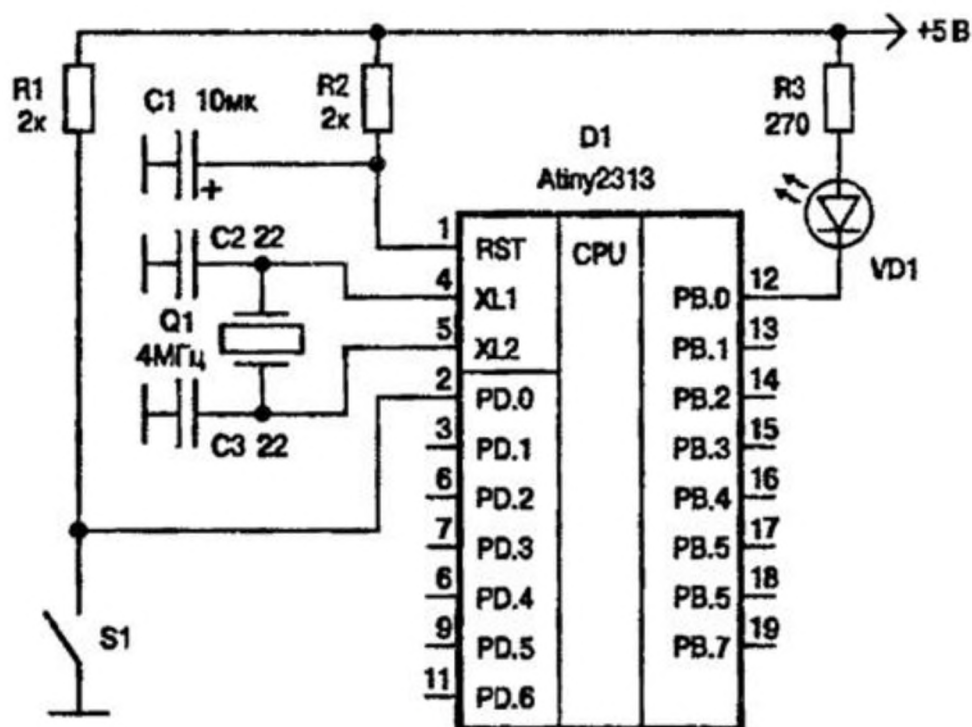

Рис. 2.1.
27. Пусть имеется устройство для управления светодиодом при помощи кнопки. При нажатии кнопки – светодиод горит, иначе – нет. Схема устройства приведена на рис. 2.1. Выберите правильные утверждения: